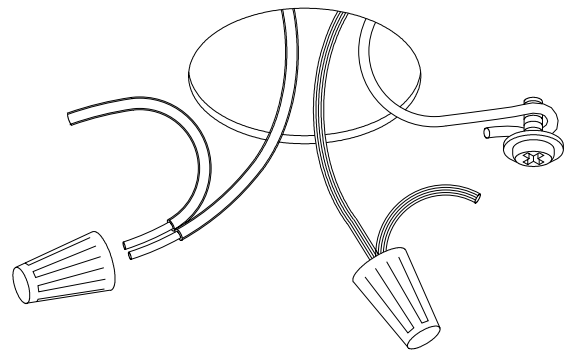

Fig. 9
6. With the power off, connect the copper ground wire from the junction box to the fixture by wrapping it under the head of the green ground screw and tightening the screw. (If house wiring includes no ground wire consult your local electrical code for approved methods). **See Figure 9.**
7. Use wirenuts to connect the black fixture wire(s) to the black power supply wire and white fixture wire(s) to white power supply wire. **See Figure 9.**
6. S'assurer que le luminaire est mis hors tension, connecter le fil de terre vert du cordon électrique au fil de terre en cuivre nu de la boîte de jonction, les enrouler sous la tête de la vis de terre verte et les fixer à la traverse. (Si l'alimentation électrique ne comprend pas de mise à la terre, consulter le code d'électricité en vigueur pour connaître les méthodes de mise à terre acceptables.) _____ **Voir la figure 9.**
7. Utiliser des capuchons de connexion pour raccorder les fils de l'appareil à ceux de l'alimentation, fils noir(s) au noir, fils blanc(s) au blanc. _____ **Voir la figure 9.**